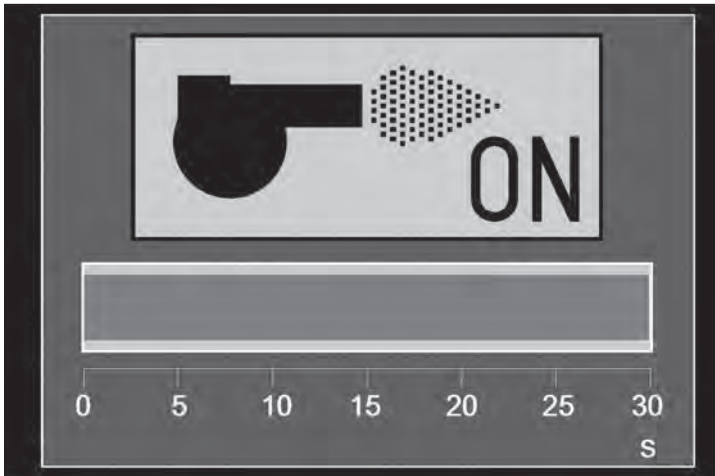

Figure 26
- Brûleur allumé – Le carburant s'écoule vers la chambre de combustion et est allumé. Voir Figure 26.